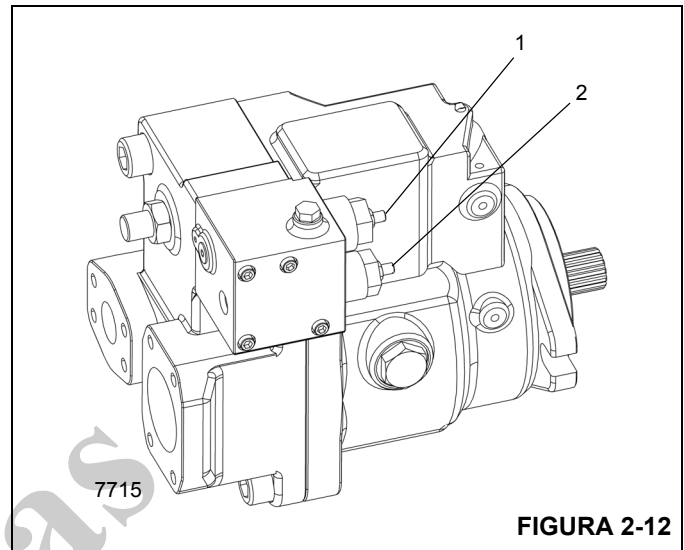

FIGURA 2-12
Se a pressão marginal não estiver correta, ajuste o Parafuso de ajuste do sensor de carga (2, Figura 2-12) na bomba. Gire o parafuso (2) no sentido horário para aumentar o ajuste; cada volta avança 13,7 bar (200 psi). Aperte a contraporca com 16,2 Nm (12 lb-pé) para fixar o ajuste.
3. Se a pressão máxima estiver incorreta, ajuste o parafuso de ajuste da compensação de pressão (PC).
- Afrouxe a contraporca e gire o parafuso de ajuste da PC (1, Figura 2-12) no sentido horário para aumentar o ajuste; cada giro ganha 27,5 bar (400 psi). Aperte a contraporca com 16,2 Nm (12 lb-pé) para fixar o ajuste.
- Se a pressão da LSRV não estiver correta, ajuste o parafuso de ajuste da LSRV. Afrouxe a contraporca e ajuste a configuração. Gire o parafuso de ajuste de PC (1, Figura 2-12) no sentido horário para aumentar o ajuste; cada volta avança 58,6 bar (850 psi). Aperte a contraporca com 5,4 Nm (4 lb-pé) para fixar o ajuste.